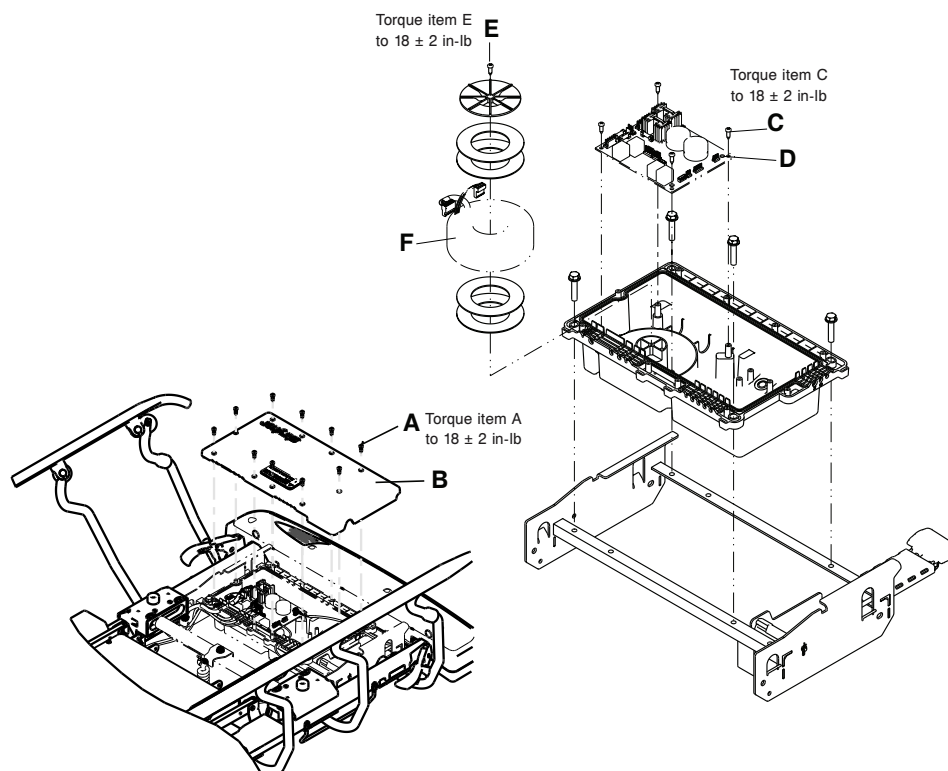

Figure 31 – Remplacement du transformateur
5. À l'aide d'un tournevis cruciforme n° 2, retirer les 10 vis de taraudage à tête cylindrique (A) qui fixent le couvercle du panneau de commande (B) au fond du boîtier de commande (Figure 31). Retirer et conserver le couvercle de la carte de commande.